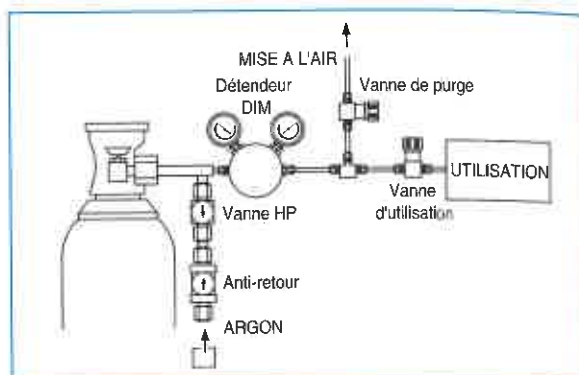

Figure 2
- Balayages préalables à l'argon.(fig. 2)